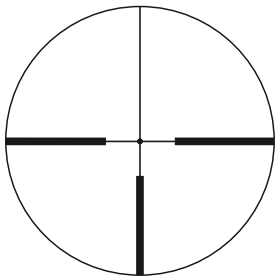

Fig. 3-1
(1) Fokusering
- ① Se gennem okularet med øjet ca. 10 cm (4 tommer) fra okularet for at se IL #4 okularmikrometer m/punkt (Fig. 3-1). Sørg for, at dit øje befinder sig i den korrekte stilling og med korrekt pupilafstand, da motivet ellers bliver til en "blackout".
- ② Ret objektivenden af kikkertsigtet mod himlen (IKKE mod solen) eller en glat væg uden mønster.
- ③ Drej okularjusteringen mod uret og derefter med uret, til trådkorset står skarpt.